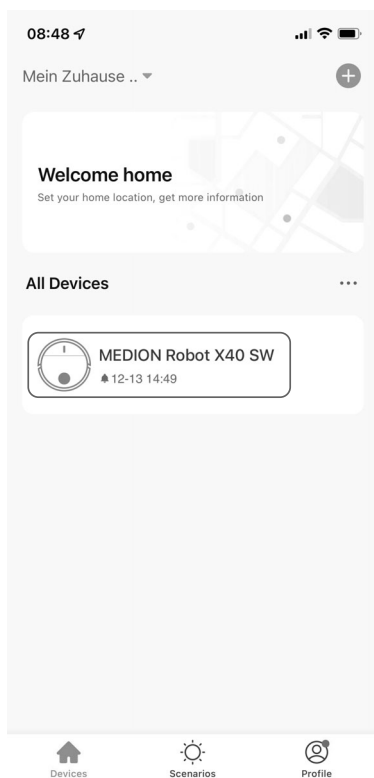

Fig. 13
- ▶ Ahora también tiene la posibilidad de cambiar el nombre de su robot aspirador. A continuación, puede seleccionar el aparato en la lista de aparatos (**fig. 13**).